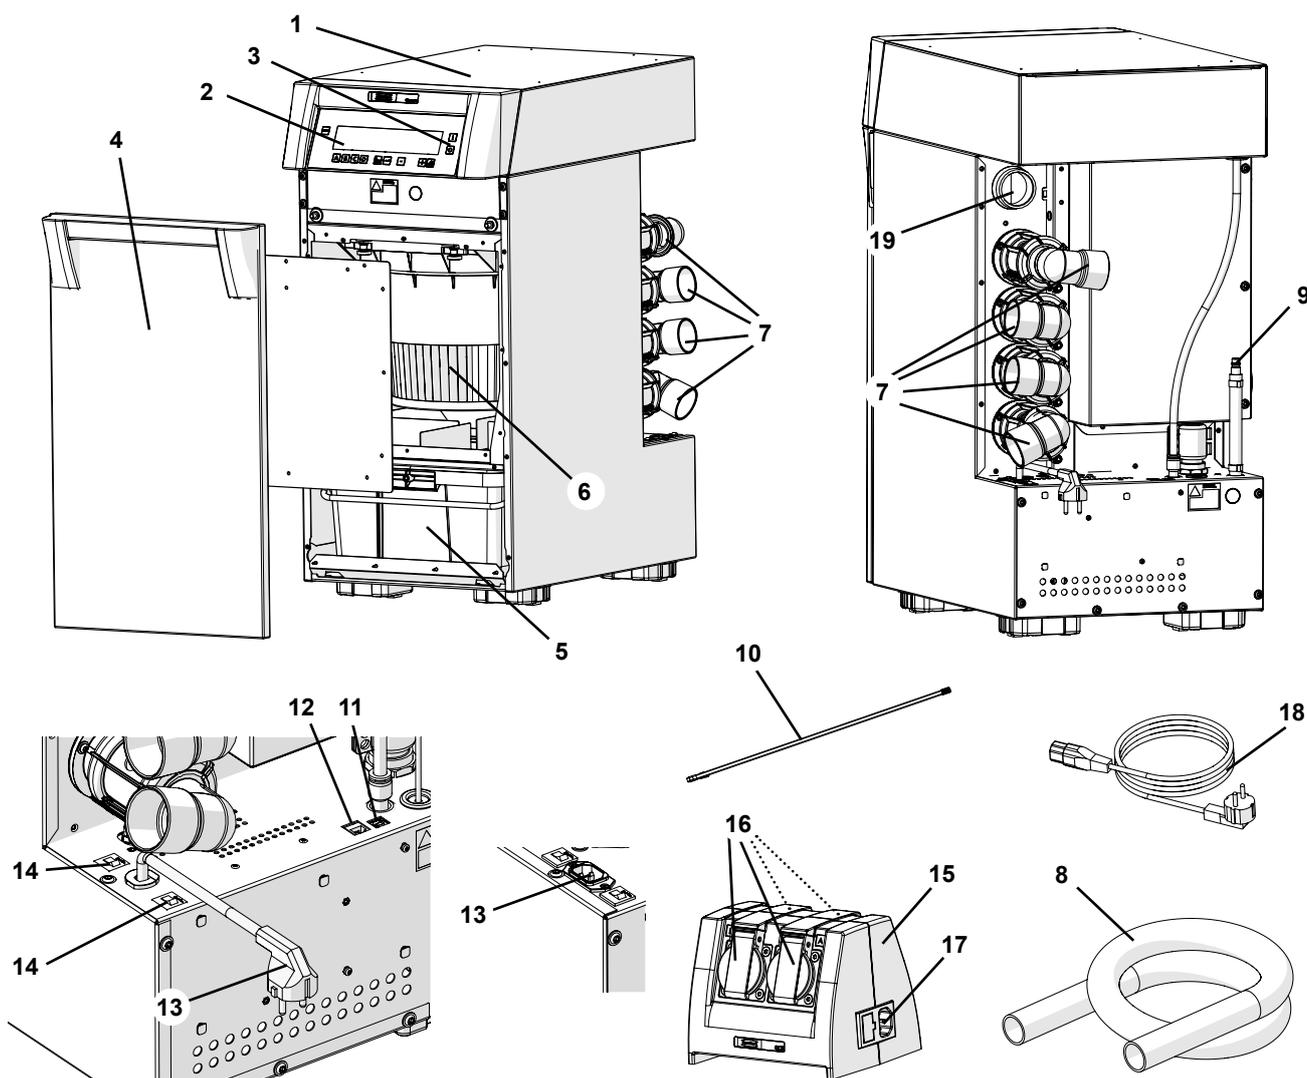

Fig. 1
- ▶ Las tomas de corriente de la Unidad de Control Quattro (15, Fig.1) están pensadas solo para los usos especificados en las instrucciones de uso. La conexión de cualquier otro tipo de aparato eléctrico puede desembocar en daños materiales.
⇒ Introducir la manguera de aire refrigerante en la conexión de aire refrigerante (19, Fig. 1).
⇒ Desconectar el aparato a través del interruptor de conexión / desconexión (3, Fig. 1).
En el lado del aparato aparece conectada fijamente la manguera de aire comprimido.(9, Fig. 1).